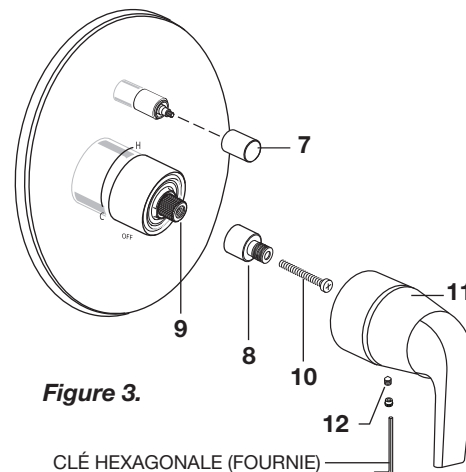

Figure 3.
- **Figure 3.** Visser le BOUTON DE DÉRIVATION (7) sur la tige de la vanne de dérivation.
- Installer l'ADAPTATEUR DE LA POIGNÉE (8) sur la TIGE DE LA VANNE (9) et fixer à l'aide de VIS (10).
- Aligner la POIGNÉE À LEVIER (11) de sorte que le levier soit tourné vers le bas et serrer la VIS DE RÉGLAGE (12) avec la clé hexagonale pour fixer la POIGNÉE À LEVIER (11).